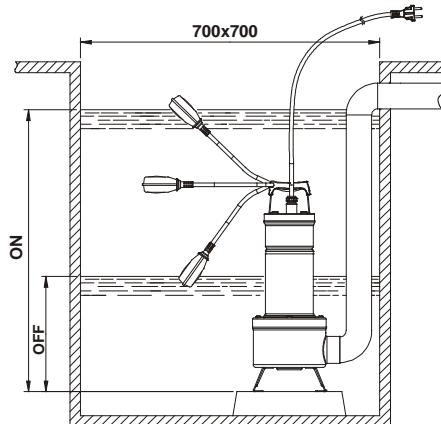

图 1
- 4.1 如果安装泵的井底或泵坑特别脏，建议在泵下放一个基座避免脏物堵塞泵入口。**(图 1)**
- 4.4 装有浮子开关的泵型，须确保浮子活动自如（见浮子开关调整说明）泵坑最小尺寸 要符合图表 图 1。泵坑大小需要根据输水量和流速计算，以避免电机过于频繁的启动